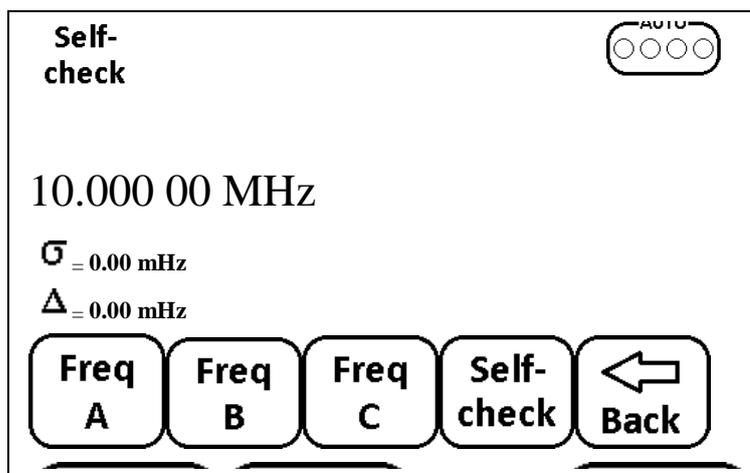

Рис. 6.16 Меню выбора режимов измерения.
- Нажать кнопку menu, поз. 14, при этом на экране ЖК появится меню выбора режимов измерения, см. Рис. 6.16